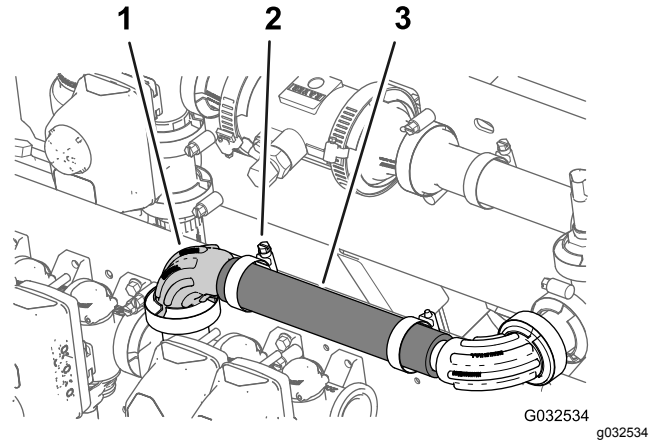

図 90
1. 図 90 に示すように、ホース1 x 8-1/2 インチを 90 度フランジフィッティングに組み付ける。
2. ホースクランプを使ってホースをフランジフィッティングに固定する 図 90。